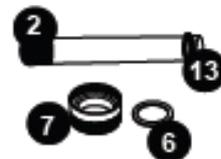

Figura 6
8. Remova a porca de compressão (7) virando-a no sentido anti-horário, Figura 3. Utilize um par de alicates se necessário, Figura 5. Você vai encontrar uma arruela de compressão de aço inoxidável(6) que passa pelo tubo de quartzo. Guarde essa arruela (6) para uso posterior, Figura 6. Há também um anel de vedação (13), comprima o anel de vedação, lentamente e cuidadosamente remova o tubo de quartzo.